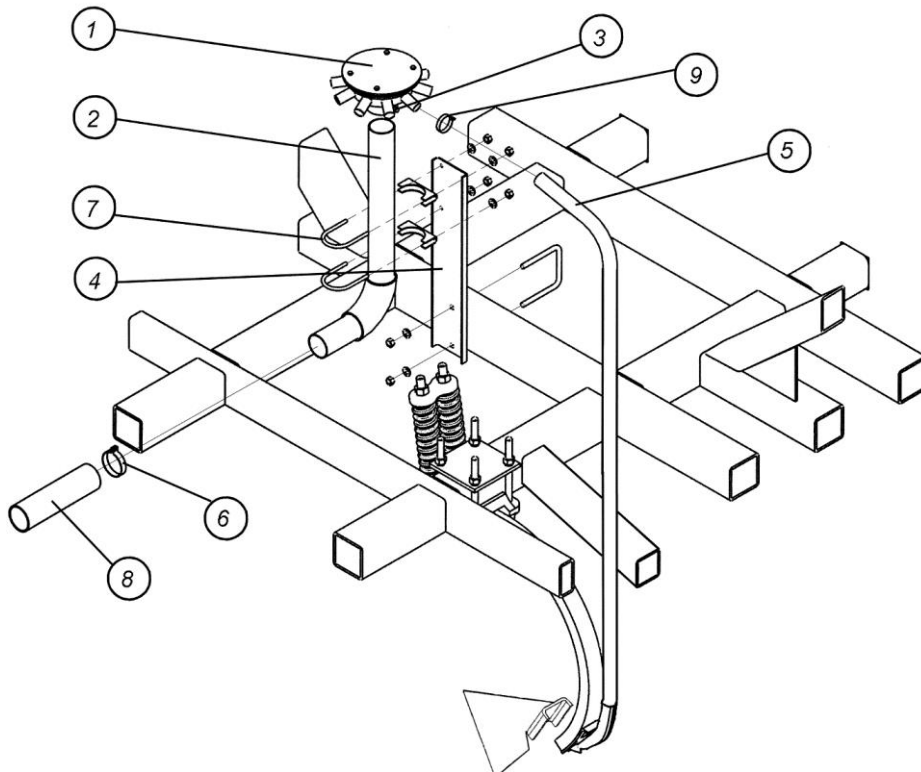

Рис. 4.13.3. Установка деталей вторичного распределителя.
**4.13.4.** Установите вторичный распределитель 1 на трубу 2 (рис. 4.13.3), затянув болты 3 и контргайки. Повторите операцию для остальных трех распределителей.
**4.13.5.** Установите стойки 4 (рис. 4.13.3) на втором сзади ряду труб рамы. Каждый распределитель должен находиться примерно в центре группы из десяти (для ПК-6,1 и ПК-12,2), восьми (для ПК-9,7) или семи (для ПК-8,5) сошников.